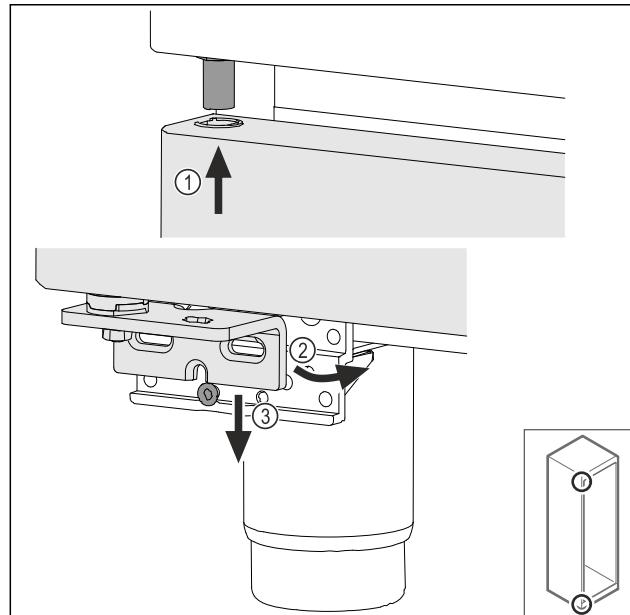

Fig. 47
- ▶ Šiek tiek pavertę duris, įstatykite jas viršuje Fig. 47 (1), išlygiuokite tiesiai Fig. 47 (2) ir užmaukite ant atraminės gembės varžto Fig. 47 (3).